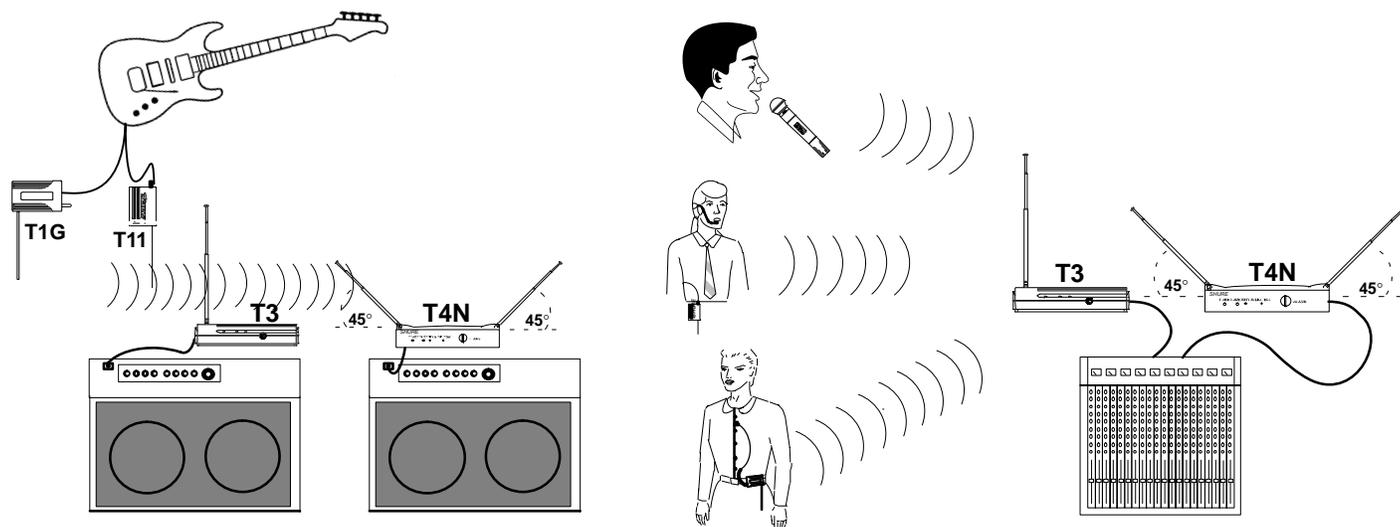

FIGURA 8. OPERAÇÃO DO SISTEMA SEM FIO
2. Conecte a saída do receptor. **The Guitarist:** ligue um cabo-padrão de guitarra (dois são fornecidos) ao conector de saída do receptor. Ligue a outra extremidade a um amplificador de guitarra, conforme demonstrado na Figura 8. **The Headset, Vocalist, Presenter ou Bodypack:** Use um cabo com um plugue de fone de 1/4 de polegada (**T3, T4N**) ou um conector XLR fêmea (**T4M**) para conectar o receptor a uma entrada de nível de microfone de um console de mixagem ou de um sistema PA, conforme demonstrado na Figura 8.
3. Estenda a(s) antena(s). **T3:** A antena deve estar completamente estendida e na posição vertical, conforme demonstra a Figura 8. **T4N:** As antenas devem estar completamente estendidas e uma ao contrário da outra em um ângulo de 45 graus da posição vertical, conforme demonstrado na Figura 8.